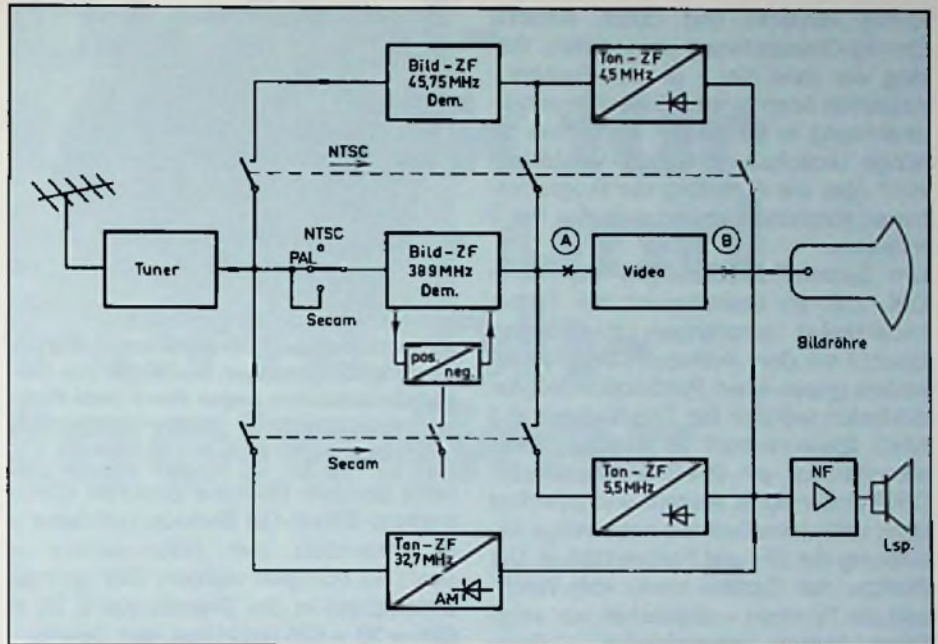

Bild 1: Video/Audio-Signalführung bei einem Mehrnormen-Farbfemher
des Fernsehgerätes an diese TV-Normen erfolgen im Bild-/Ton-ZF- und Videoteil. So müßten beispielsweise in einem Dreinormen-Empfänger (Pal/Secam/NTSC) die in **Bild 1** gezeigten Funktionsbereiche vorhanden und entweder automatisch oder manuell umschaltbar sein.
TBA 120 schaltungstechnisch relativ einfach durchzuführen, im Prinzip allein schon durch Verstimmung der LC-Kreise. Wie man im Videobereich eines Pal/Secam/NTSC-Empfängers die Baugruppen schaltungstechnisch aufgliedert, zeigt das Blockschaltbild in Bild 4, das den in Bild 1 zwischen den Punkten A und B liegenden Funktionsbereich umfaßt. Die ausschließlich bei Empfang von Pal-Sendungen funktionstüchtige Decoder-Platine (Bild 2, links) wird bei der Umrüstung zum Drei-Normen-Empfänger durch die Transcoder-Platine ersetzt (Bild 2, rechts). Die grundsätzliche Aufgabe eines derartigen Transcoders ist: Trennung von Leuchtdichte- (Y) Signal und Farbart-Komponente des zugeführten FBAS-Signals und Umwandlung des Secam-Farbartsignals in die Pal-Codierung, sowie – bei identifiziertem NTSC-Signal – Stop des Pal-Schalters.
Bild 4: Aufgliederung des im Blockschaltbild von Bild 1 zwischen den Anschlußpunkten A u. B gezeigten Video-Bausteins für 3-Normen-Transcoder mit automatischer Identifikation